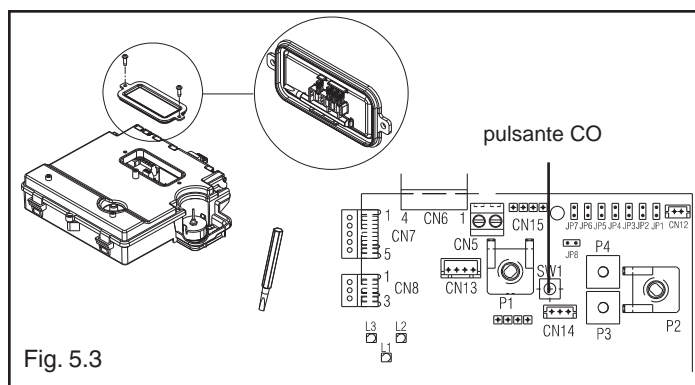

Fig. 5.3
- rimuovere il coperchio ispezione parti elettriche svitando le 2 viti di fissaggio per accedere al pulsante "CO" (Fig. 5.3)
- Premere una volta il pulsante "CO" utilizzando il cacciavite in dotazione (Fig. 5.3)